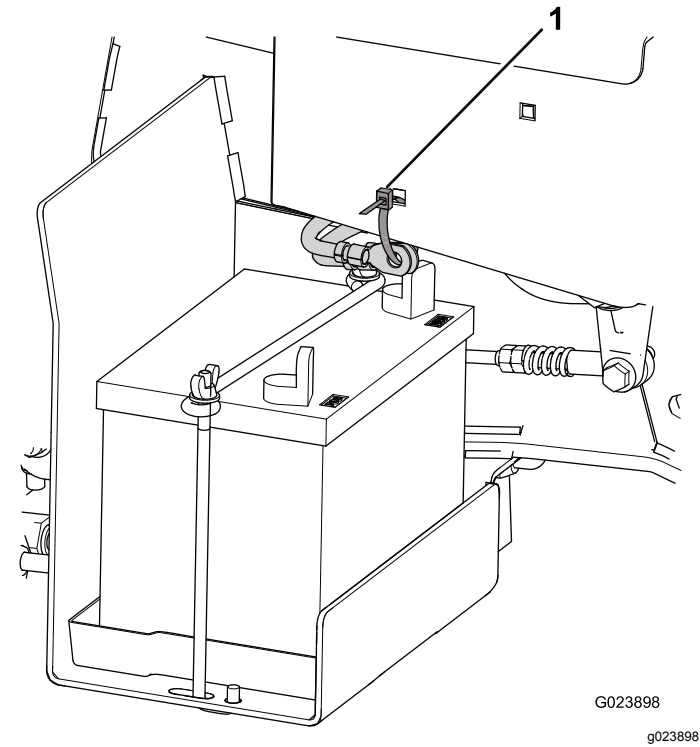

Figura 4
1. Corte la brida que fija los cables de la batería al bastidor, y deseche la brida (Figura 4).